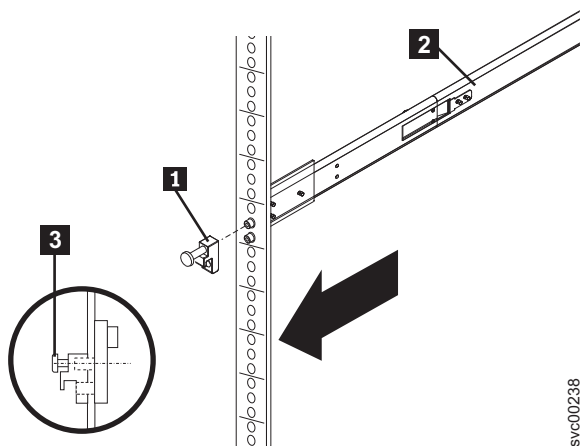

図 59. スライド・レール前面にラッチ受け座を取り付ける方法
5. 図 59 に示すように、拘束ねじ **3** を使用して、1 つのラッチ受け座 **1** を右側レール **2** の前面に取り付けます。ねじは、指だけで締めてください。同じ方法で左側レールの前面にもう一方のラッチ受け座を取り付けます。